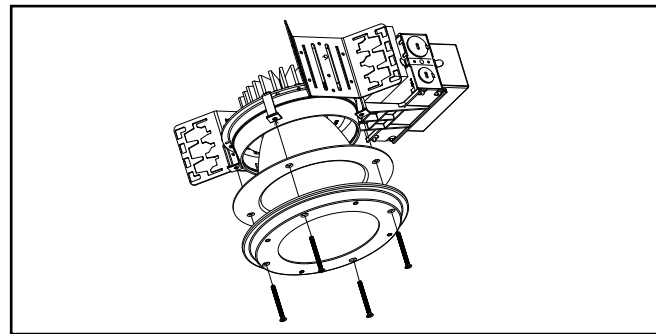

Figura 17.
10. Si la moldura es para un quirófano (FLD6/OR), asegúrese de instalar el conjunto de molduras inferior de modo que los orificios de los tornillos queden alineados con los (4) soportes de montaje de la carcasa, e instálelo firmemente con los (4) tornillos suministrados (Figura 17).